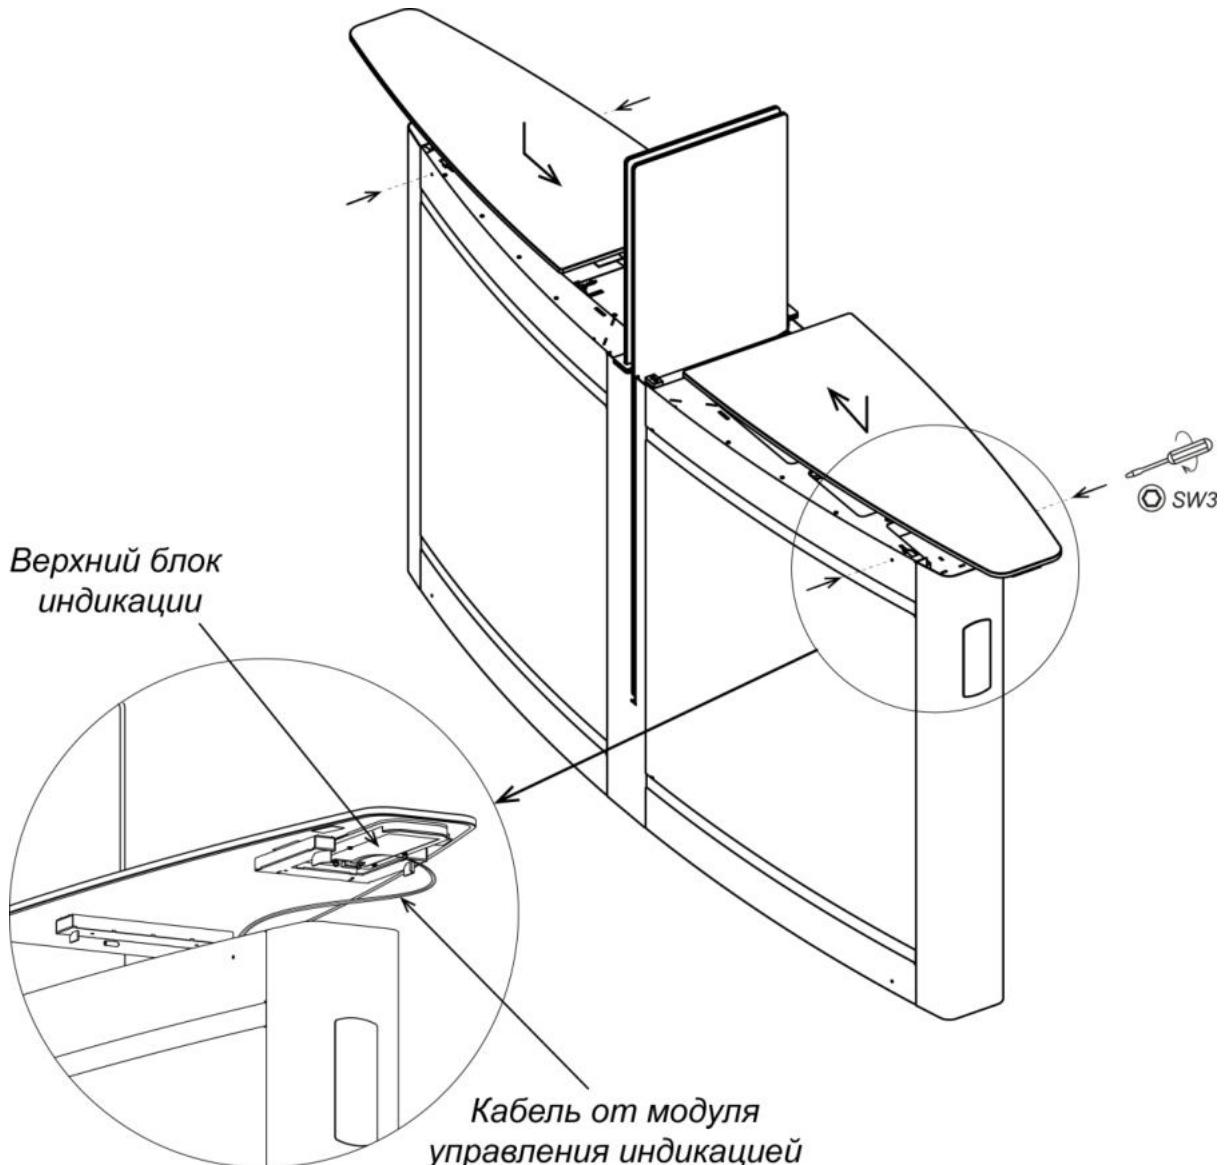

Рисунок 26. Монтаж стеклянной крышки секции
1. Ключом шестигранным SW3 через отверстия, находящиеся вверху на одном из торцов стойки, вывинтите до упора два установочных винта M6×16 (см. рис. 26).